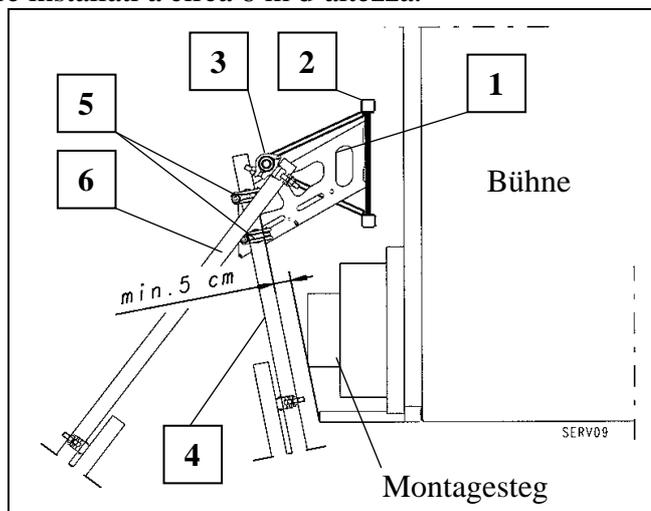

Fig. 22 Supporto di colonna
- Per ogni ancoraggio sono necessari quattro tubi di fissaggio e due supporti di colonna. Per ogni colonna si deve fissare mediante un giunto per impalcatura un tubo di fissaggio direttamente al tubo rotondo della colonna e un tubo di fissaggio con un supporto della colonna. (Vedere Fig. 22 e schema di montaggio).
**Le estremità libere dei tubi d'ancoraggio della colonna non devono sporgere oltre la sezione della colonna! Pericolo di collisione! (Vedere Fig. 22)**
- Con un giunto fisso per impalcatura fissare il tubo telescopico (6) sul lato interno del tubo rotondo della colonna (coppia di serraggio **50 Nm**), allungarlo verso il muro ed ancorarlo. Scegliere la distanza orizzontale più ampia possibile fra i due tubi d'ancoraggio al muro. (La distanza minima di entrambe le piastre di fissaggio si calcola in base alla distanza fra la colonna e l'edificio, se la distanza è maggiore utilizzare tubi di prolunga.)
- L'allineamento ad angolo retto della colonna può essere eseguito utilizzando entrambi i giunti per impalcatura (Fig. 22 pos. 5).